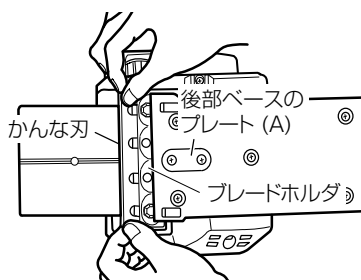
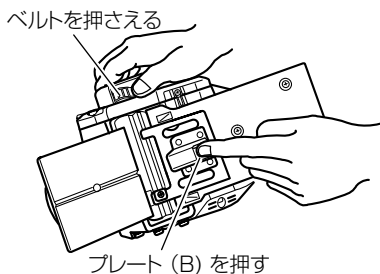
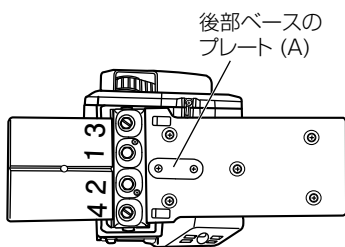

図 15
図 18
図 21
(図 15)
- (6) 図 18 のように刃高調整定規のプレート (B) を指で「ポン」と押すと、刃高調整定規は後部ベースのプレート (A) (図 15、図 21 参照) に強く吸い着きます。
- (9) 次に、抜き取っておいた内側のボルト2本をネジ込み、ボックススパナで4本のボルトを図 21 の順序で、2～3回くり返して十分に締め付けます。